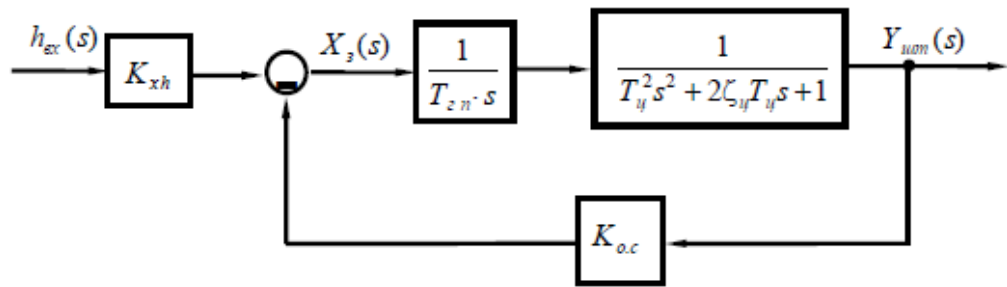

Рис. 5.3. Структурная схема гидропривода с дроссельным регулированием
**Задача 1.** Проверить устойчивость гидропривода с дроссельным регулированием, структурная схема которого приведена на рис. 5.3, а коэффициенты и постоянные времени для различных вариантов приведены в табл. 5.1.